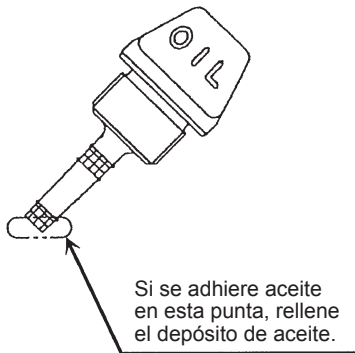
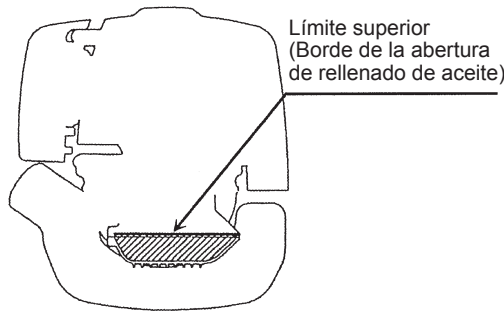

Fig. 1
Fig. 2
Cuando el nivel del aceite sea bajo y la varilla indicadora del nivel de aceite sólo toque el aceite con su punta, en concreto con la varilla indicadora del nivel de aceite insertada en el cárter sin atornillar (Fig. 1), rellene con aceite nuevo (Fig. 2).
- (1) Mantenga el motor nivelado y extraiga la varilla indicadora del nivel de aceite.
- (2) Llene aceite hasta el borde de la abertura de rellenado de aceite. (Consulte la Fig. 2 de la página anterior).